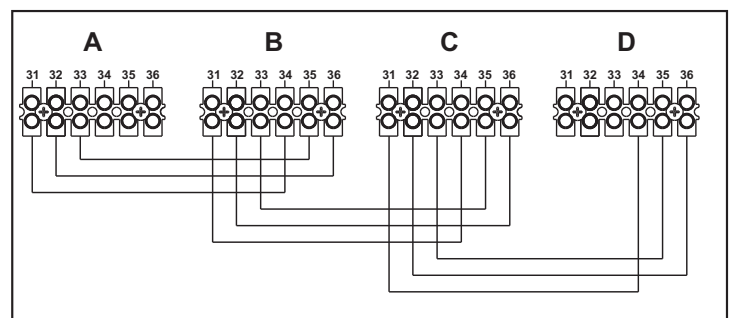

fig. 55 - Collegamento in cascata
1. Collegare i moduli come mostrato in fig. 55 (esempio con 4 moduli)
Se questo non avviene, togliere alimentazione elettrica e controllare il cablaggio in fig. 55.